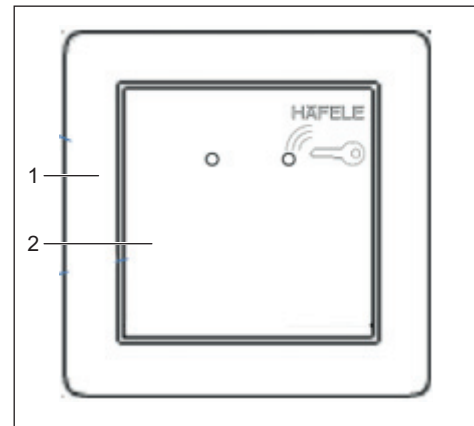

Abb. 17: Leser WRU 220 mit Rahmen montieren
- Schalterrahmen (Abb. 17/1) mit der gelieferten Abdeckung (Abb. 17/2) auf dem Schalter fixieren.